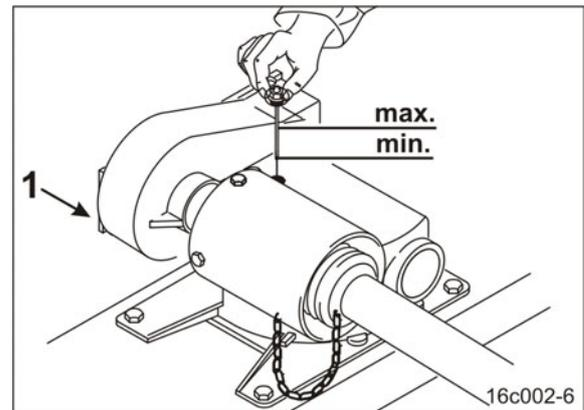

Fig. 178
2. Die Ölablaßschraube (Fig. 178/1) heraus-schrauben.